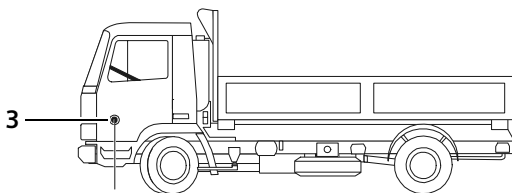

fig. 4: Positionner la barre de mesure
- Afin d'assurer une bonne fixation de la barre de mesure (3) au véhicule, humidifier le pied à ventouses de la barre de mesure et le fixer, conformément à la fig. 4, à un endroit propre de la carrosserie.